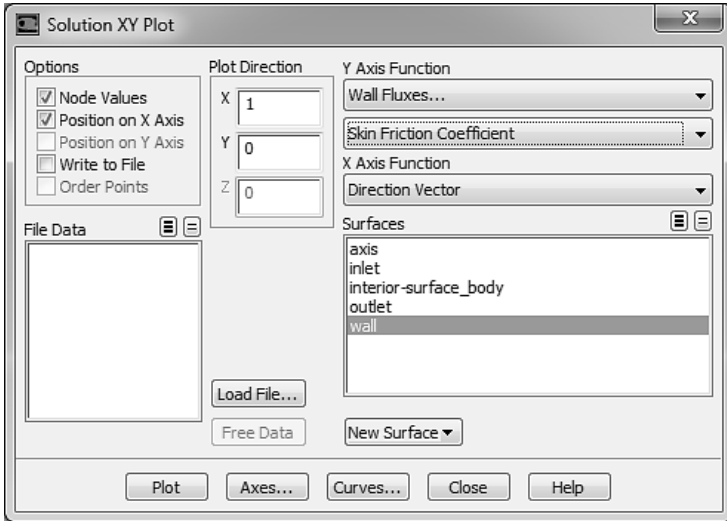

Рис. 2.21
- 3) Остальные настройки показаны на рис. 2.21.